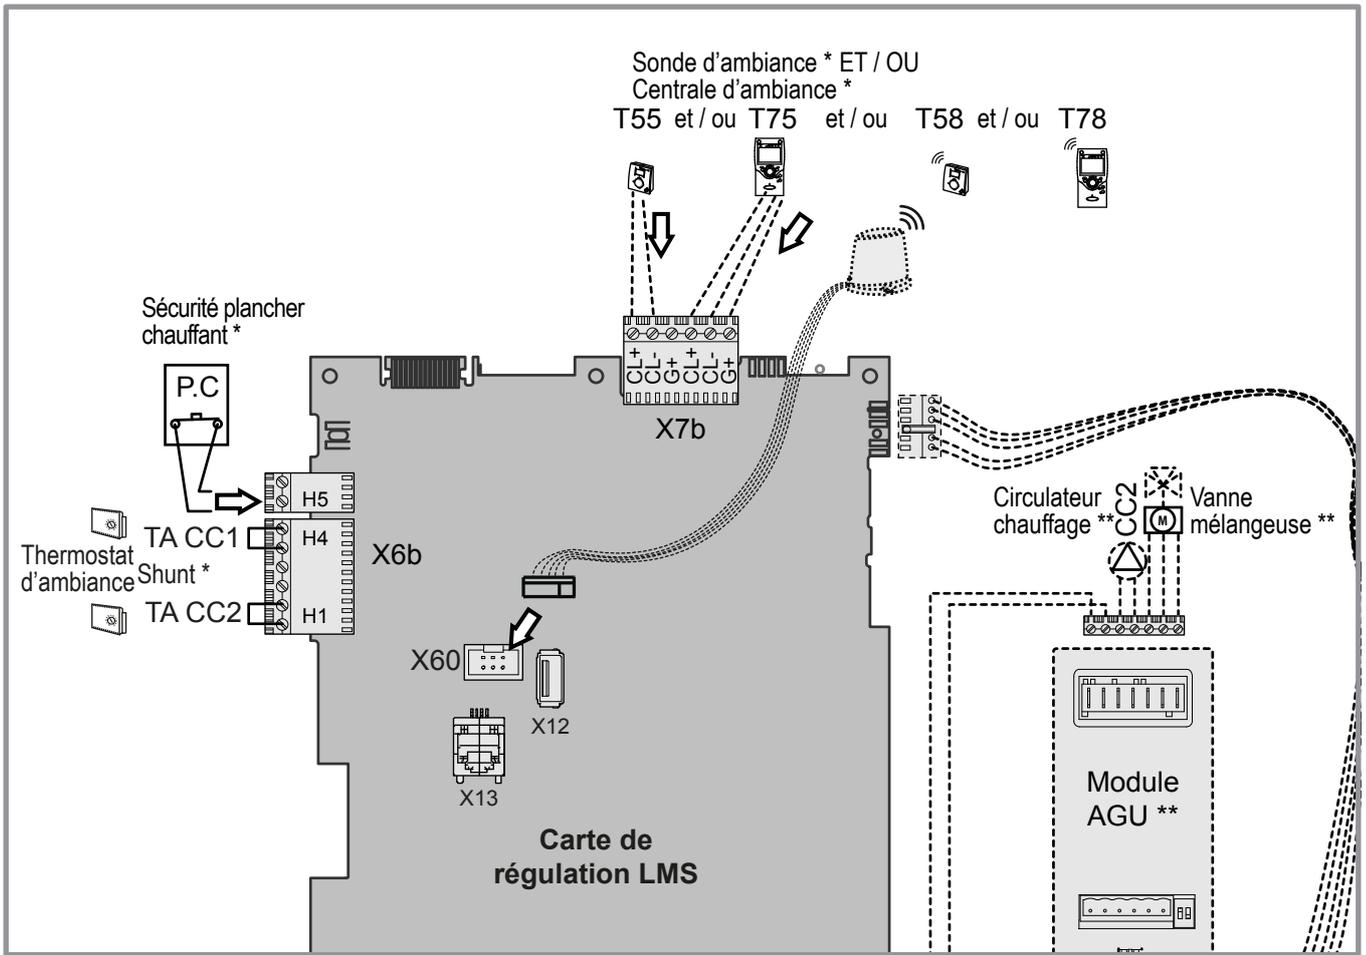

figure 27 - Raccordements sur la carte de régulation (accessoires et options)
• Installation équipée d'une ou deux sondes d'ambiance (T55) : Raccorder chacune des sondes sur l'une des bornes CL+ et CL- de la carte de régulation de la chaudière à l'aide du connecteur fourni (*figure 27, page 23*).